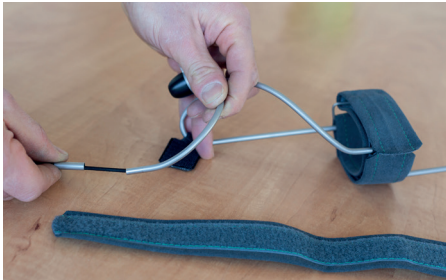

Abbildung 6: Einkürzen der Armorthese
3. Sie das elastische Band mit dem Ende des Rohres soweit aus, dass ein neuer Knoten in das elastische Band gemacht werden kann (Abb. 6). Schneiden Sie das Ende hinter dem Knoten ab und flämmen Sie das Ende des elastischen Bandes kurz ab, um ein sauberes Ergebnis zu erhalten. Bringen Sie zum Schluss wieder das Klettband am Orthesen-Ende an.
6. Die Schulterbandage muss so eingestellt werden, dass sie den Humeruskopf vollständig frei lässt und die mediale Seite nicht mit dem Hals interferiert (Abb. 6). Die Schulterbandage muss dorsal/ventral symmetrisch platziert werden. Dies wird durch eine korrekte Positionierung des Aufhängeauges erreicht (Punkt 4). Schieben Sie den Unterarm durch die Trageorthese und schließen Sie die Handgelenksbandage.